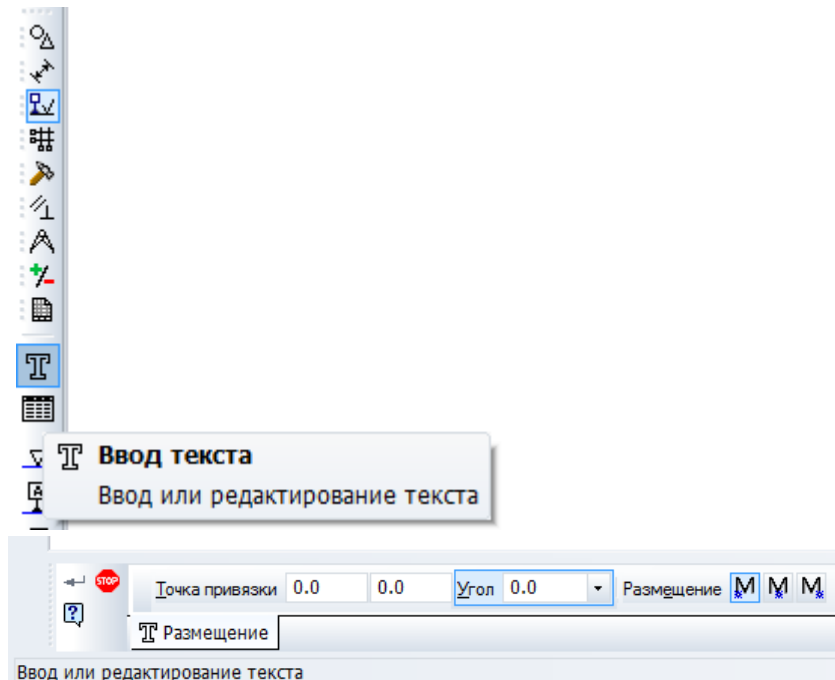

Рис. 1.6. Панель **Ввод текста**
12. Подпишите точки. Для этого на компактной панели нажмите кнопку **Обозначения** , на этой панели нажмите кнопку Ввод текста, рис. 1.6. Система перешла в режим ввода текста.